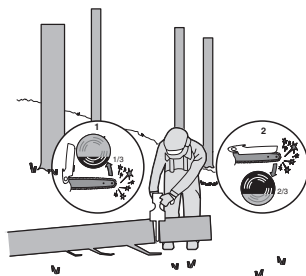

Bild 3
När stocken stötts i ena änden, så som visas på bild 3, såga in i 1/3 diameter från undersidan (kapning från undersidan) (1). Avsluta med att kapa från ovsidan för att möta det första snittet (2).